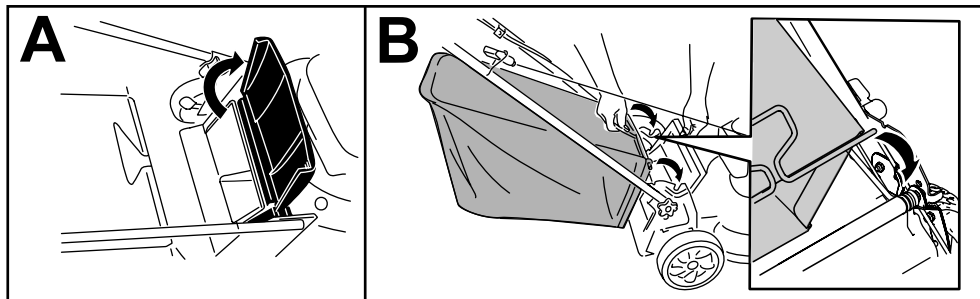

Figure 20
1. Soulevez le déflecteur arrière et maintenez-le dans cette position (A de Figure 20).
2. Montez le bac à herbe en veillant à insérer les ergots dans les crans du guidon (B de Figure 20).